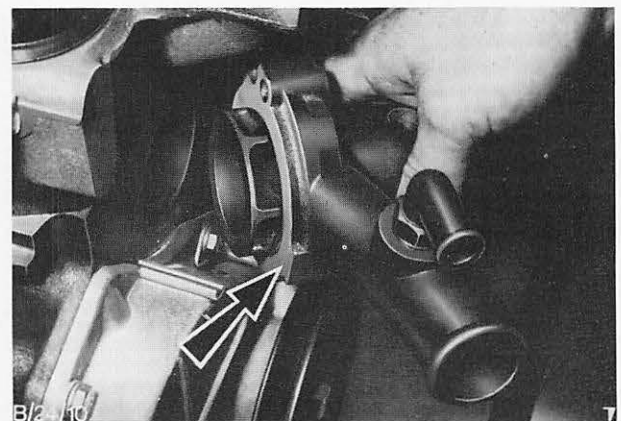

Abb. 18 Ausbau der Wasserpumpe (1,3 Ltr.-Kent-Motor)
7. Schrauben (3) entfernen und Wasserpumpe ausbauen, Abb. 18 und 19.